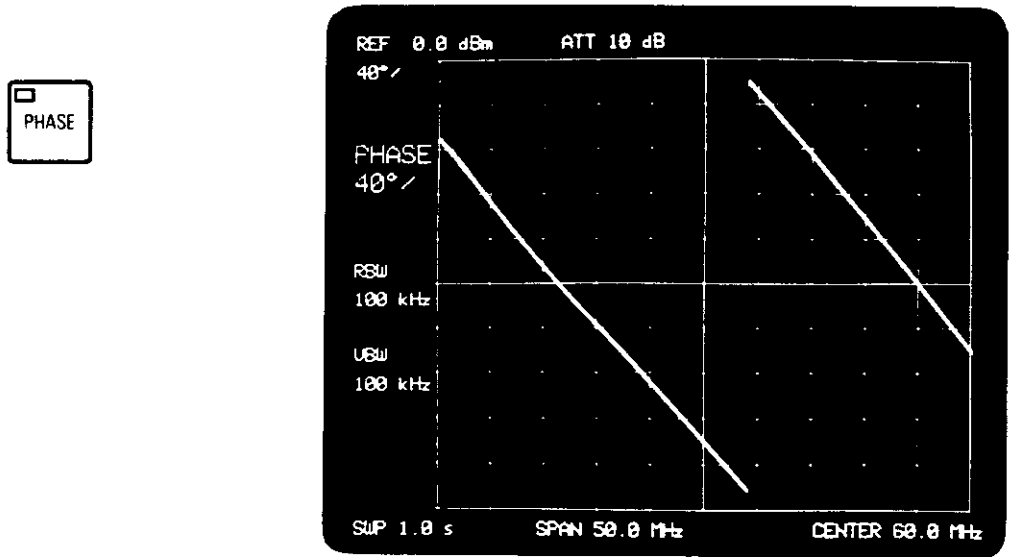

図6-1 位相が回っている場合
- ⑥ 〔図6-1〕に示すように，位相が測定系で回っている場合は，**DELAY OFFSET** スイッチを押し，電気長を可変状態にして，位相スロープがフラットになるように，データ・ノブまたはステップ・キーを用いて（テン・キーは使え